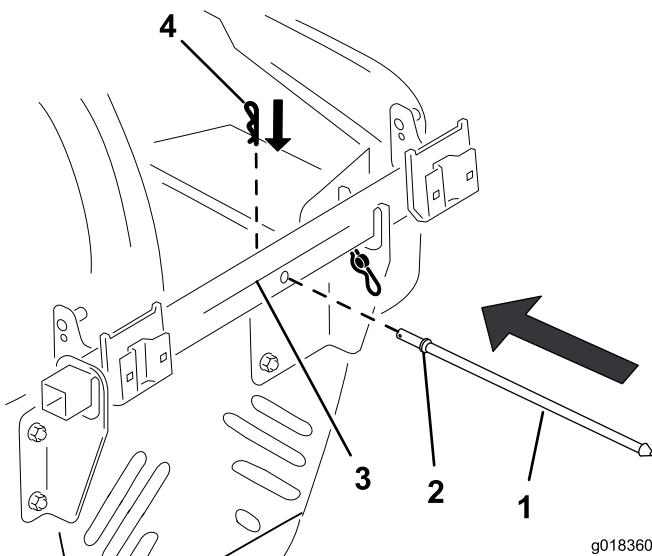

Figura 12
- Alinee la varilla de la tapa con el tope hacia el bastidor de la tolva (Figura 12).
- Introduzca la varilla por el taladro del bastidor de la tolva hasta que el tope toque la parte trasera del bastidor (Figura 12).
- Sujete la varilla de la tapa al bastidor introduciendo la chaveta a través del taladro de la varilla de la tapa (Figura 12).